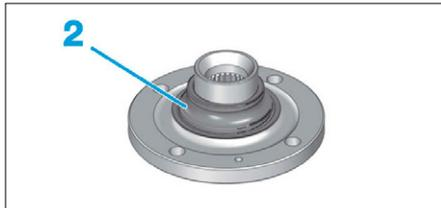

FIG. 40
- Extraire le moyeu avec la demi-cage intérieure de roulement (2) (Fig.40).